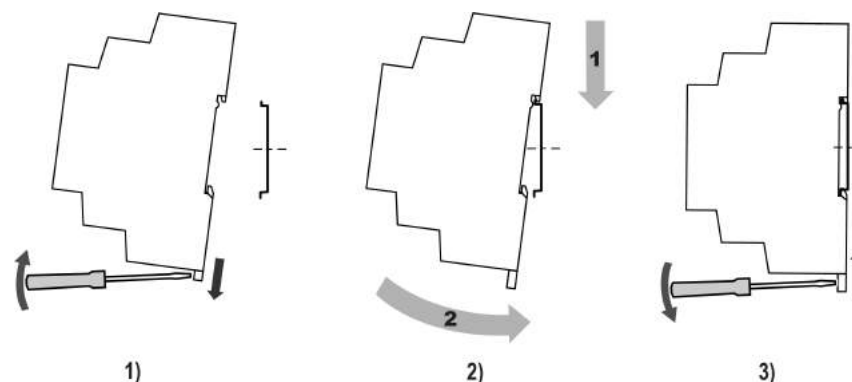

Рисунок 4.1 – Установка прибора
2. Установить прибор на DIN-рейку в соответствии с направлением стрелки 1 (рисунок 4.1, 2);
3. Вставив отвертку в проушину, оттянуть защелку рисунок 4.1, 1).
4. Прижать прибор к DIN-рейке в направлении, показанном стрелкой 2. Зафиксировать защелку (см. рисунок 4.1, 3).
2. Провести действия с рисунок 4.1 в обратном порядке.